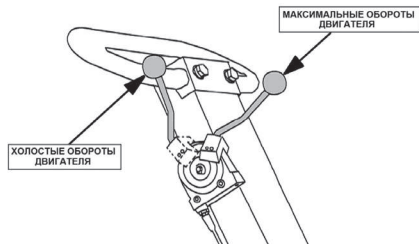

Рис.11 Рычаг газа PC1645RH
3. Рычаг газа установите в среднее положение (Рис. 11).